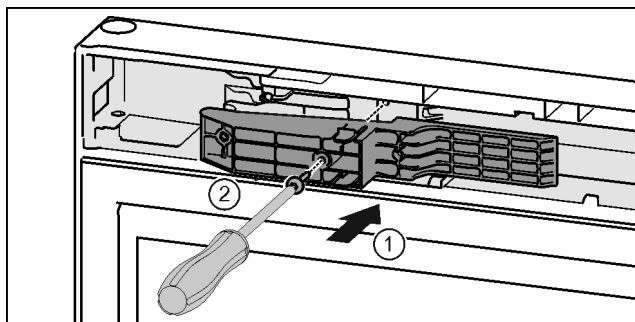

Fig. 46 *
- ▶ Adaptér na straně madla vložte do vybrání. Fig. 46 (1)*
- ▶ Šroubovákem T15 pevně utáhněte šrouby. Fig. 46 (2)*